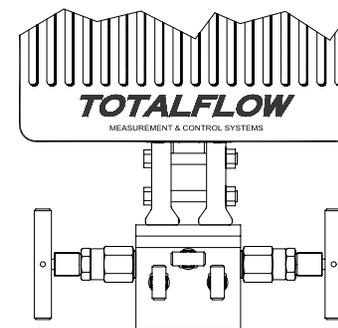

Figura 3 (Montagem típica do manifold)
5. Acople o manifold à parte inferior do μ FLO. Como o μ FLO pode ser encomendado com o fluxo da esquerda para a direita ou da direita para a esquerda, verifique a direção do fluxo observando na etiqueta do transdutor que mostra os sinais (+) e (-). Mais(+) indica o lado alto (lado upstream), portanto o fluxo é de (+) para (-). Para manifolds de montagem direta, a direção é muito importante. (Ver Figura 3 para obter uma configuração de manifold típica).